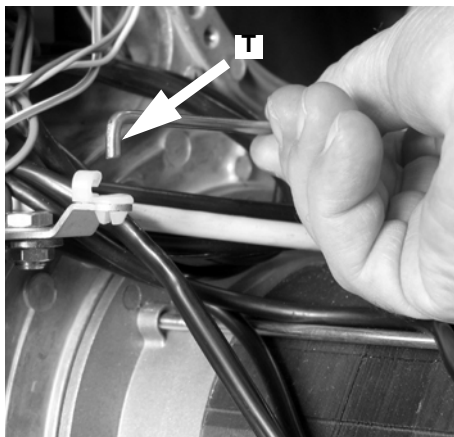

Fig. 27
- Sfilare il tirante T dalla sua sede come mostrato in Fig. 27.
- Riposizionare il tirante T (Fig. 27).